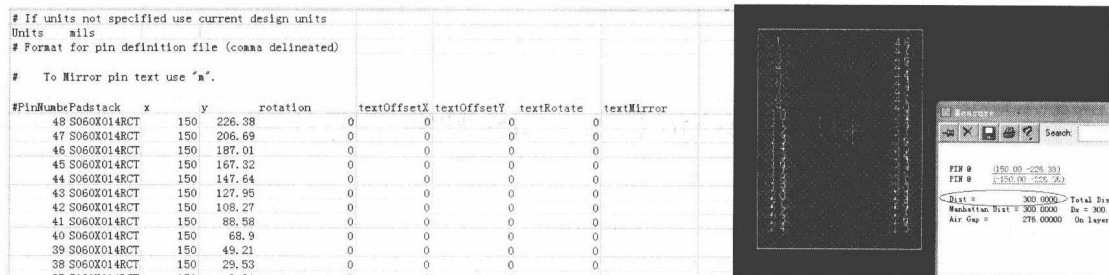

图 1-4-15 “CSV”表格及“PCB Footprint”
16.6 系统支持通过 import/export 导入含有 Pin 信息的 CSV 文件来编辑修改封装。文件格式支持 Pin Number、Padstack name、x position、y position、rotation、textOffset X、textOffsety、textRotate、textMirror。图 1-4-15 就是已经做好的一个 CSV 表格及 PCB Footprint。
从图 1-4-15 中可以看到 Pin 的 x 方向是 150，-150。所以 Pin Dist 为 300 mil。如果在 CSV 文件里面将 x 坐标分别调整为 200，-200，如图 1-4-16 所示，这样 Pin pitch 将会变为 400 mil。之后如图 1-4-17 所示将 CSV 文件导入，导入后结果如图 1-4-18 所示。